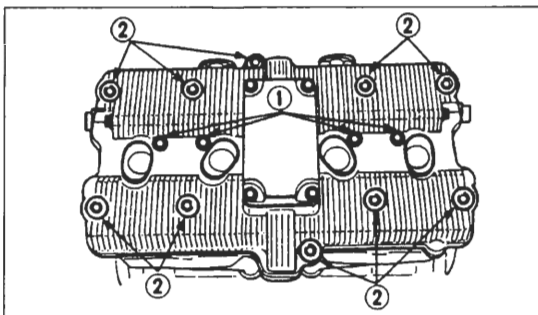

Bild 34
- Deckelschrauben schrittweise von innen nach aussen anziehen (Bild 34).